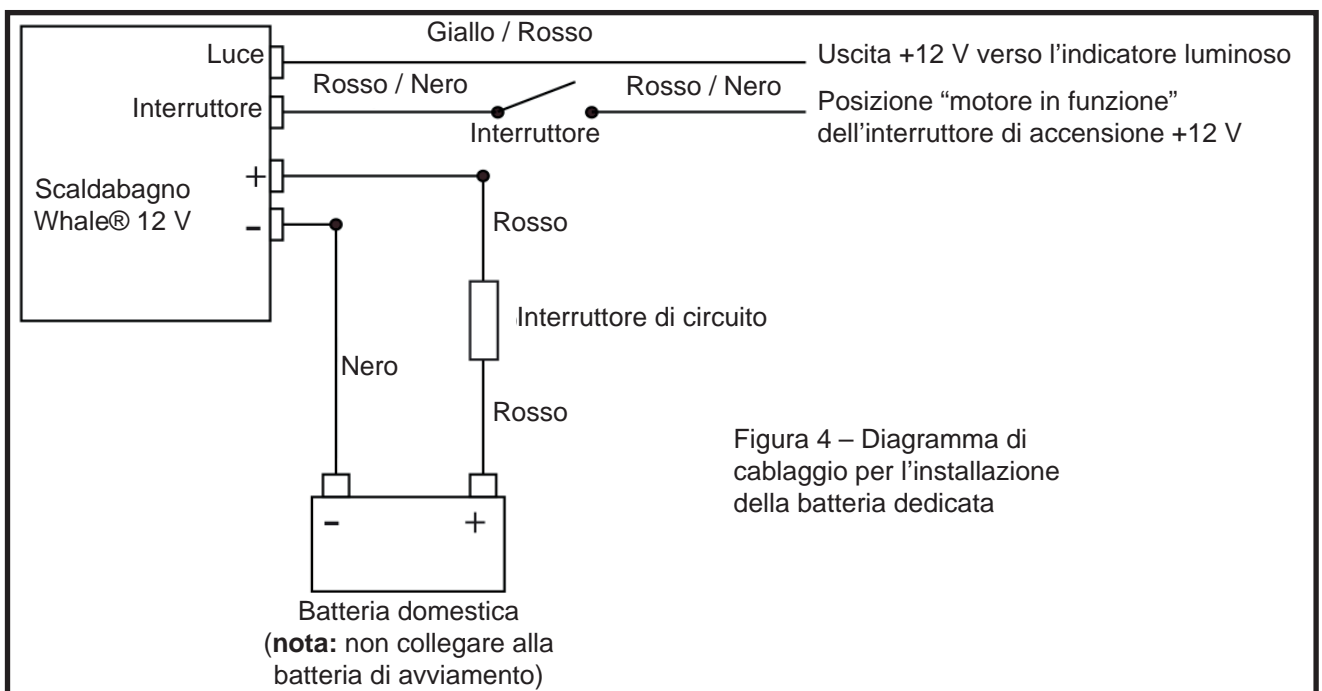

Figura 4 – Diagramma di cablaggio per l'installazione della batteria dedicata
**NOTA:** il cablaggio elettrico deve rispettare il diagramma di cablaggio (figura 4). **L'interruttore deve essere collegato all'interruttore di accensione a 12 V in posizione di funzionamento del motore per assicurare che l'apparecchio di riscaldamento sia operativo solo quando il motore è in funzione.**